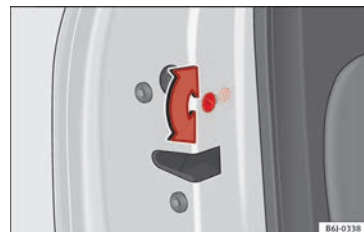

Fig. 82 Sécurité enfants de la porte gauche.
» fig. 82 et dans le sens horaire pour les portes de droite.
- Lorsque la porte est ouverte, tournez la rainure avec la clé du véhicule dans le sens anti-horaire pour les portes de droite et dans le sens horaire pour les portes de gauche » fig. 82.